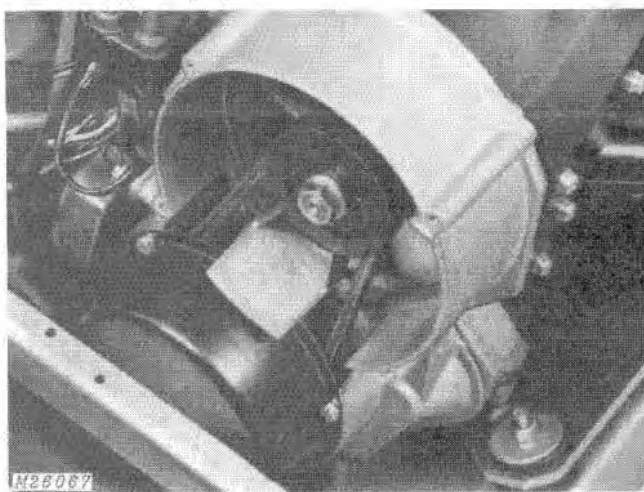

Fig. 27-Installing Recoil Starter
17. Install recoil starter, Fig. 27.